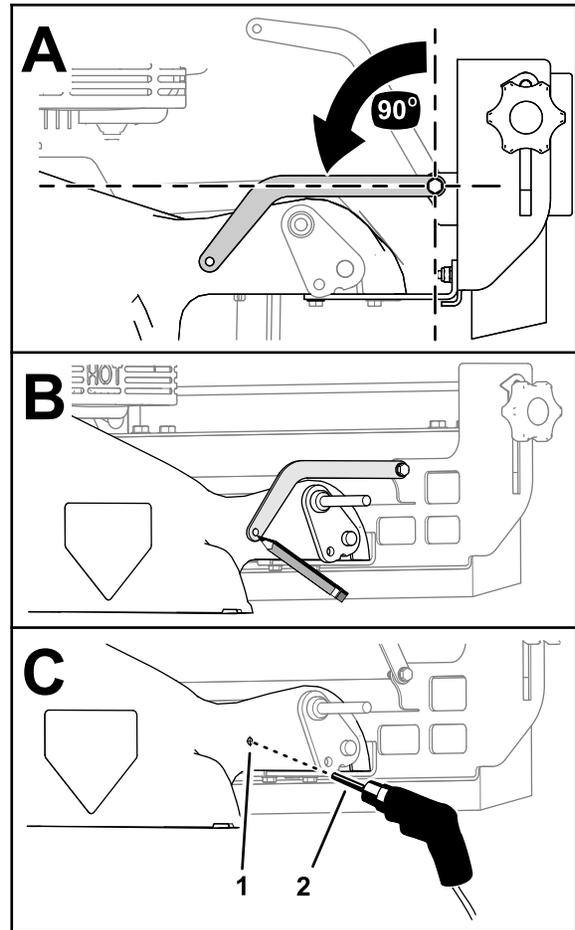

Bild 12
1. Die Bürstenstrebe auf der rechten Seite des Mähwerks in einem 90°-Winkel zur Bürstenbefestigung ausrichten (Bild 12).
2. Markieren Sie die Lage des Lochs der Bürstenstrebe am Mähwerk (Bild 12).
4. Bohren Sie an den angekornnten Stellen Löcher mit einem Bohrer (6,5 mm), wie in Bild 12 dargestellt.